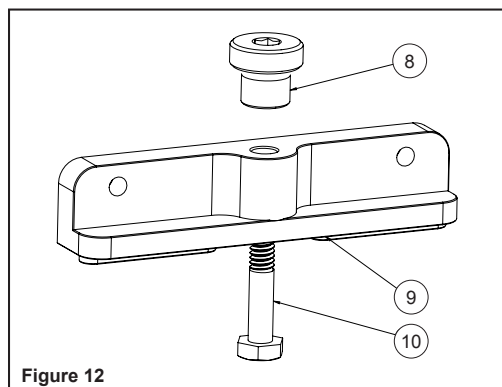

Figure 12
- a. Faites glisser la vis à tête hexagonale de 1/4"-20 X 1-1/2" (pièce #10) vers le haut à travers le trou central du support de protection. **Voir figure 12.** Vissez le bouton de serrage du support de protection (pièce #8) sur la vis à tête hexagonale. **NE** serrez **PAS** à fond. Laissez suffisamment lâche pour glisser dans la rainure en T du guide supérieur (pièce #11).